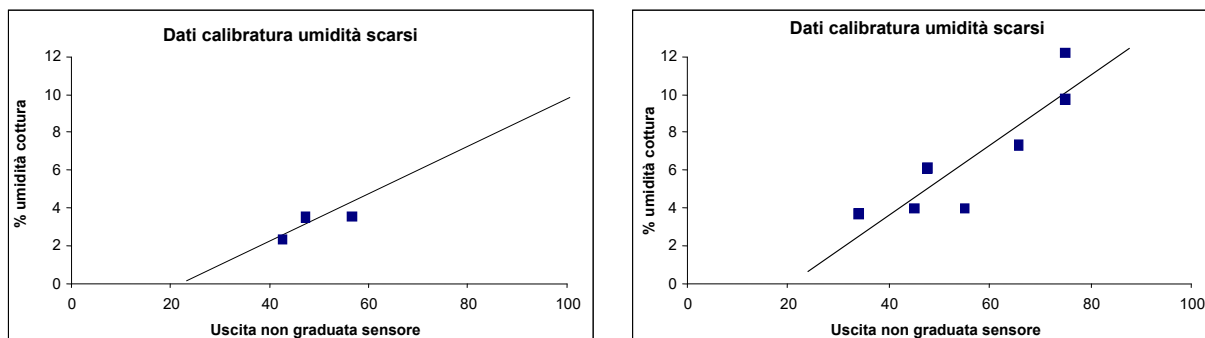

Figura 19. Esempi di punti di calibratura del materiale inadeguati
- i campioni sono prese in prossimità dello stesso contenuto di umidità (Figura 19, a sinistra). È necessario un buon intervallo;
- Vi è una grande dispersione nelle letture, come mostrato nel grafico della calibratura nella Figura 19 (a destra). Ciò è generalmente dovuto a scarsa affidabilità o coerenza nel prelevare i campioni da essiccare o un incorretto posizionamento del sensore con flusso di materiale inadeguato su di esso;